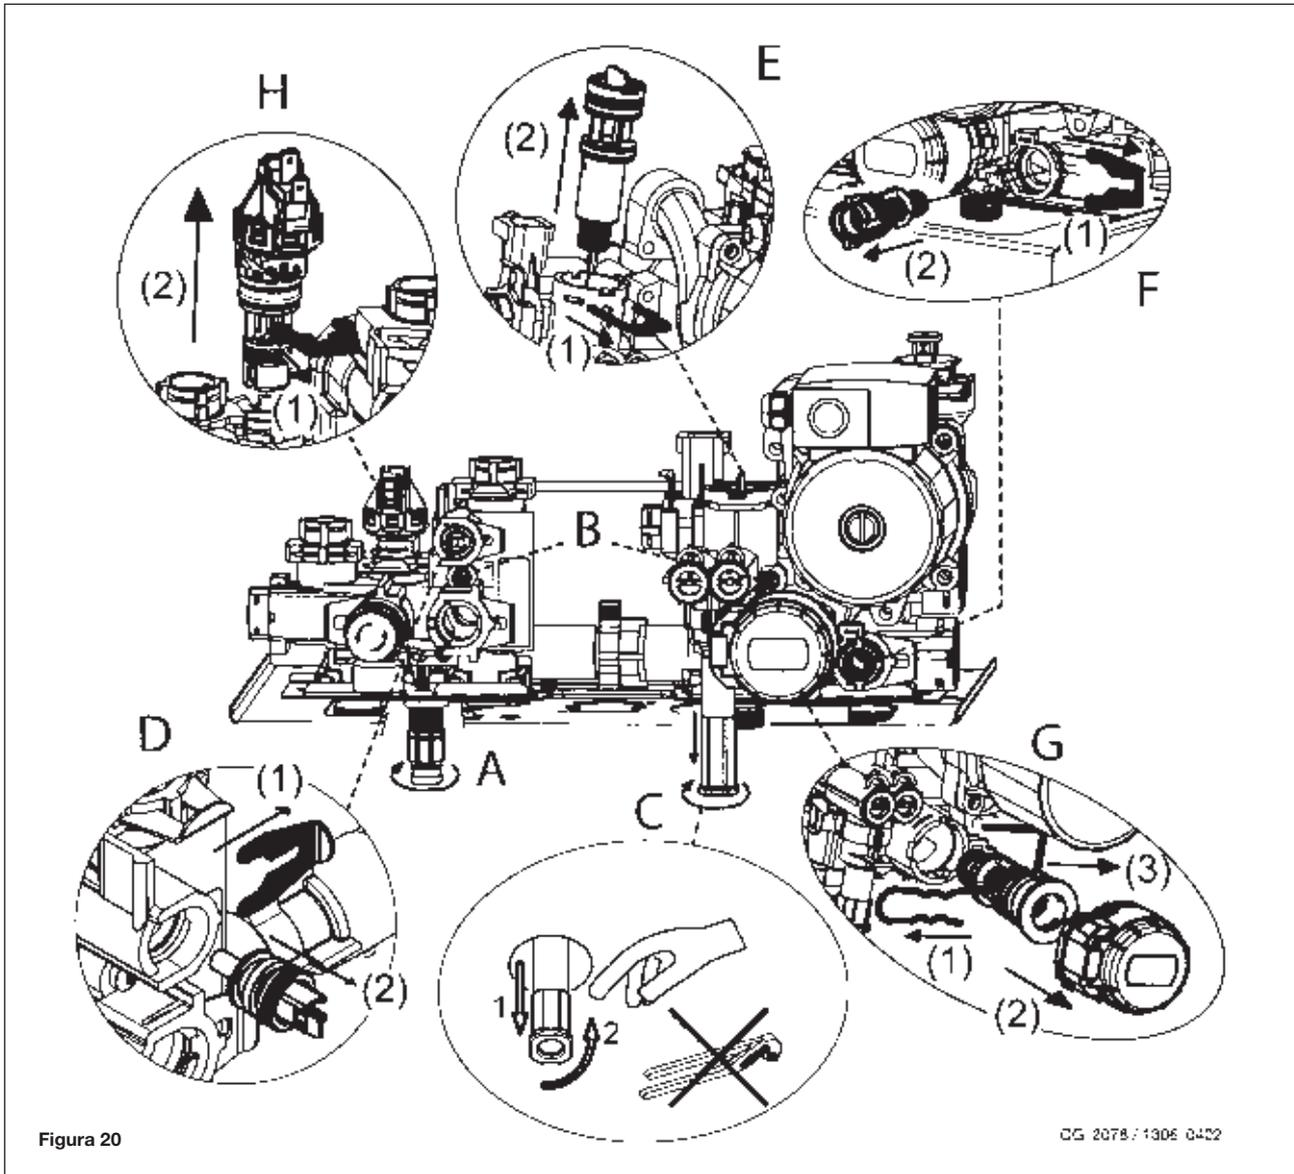

Figura 20
- svuotare l'acqua contenuta nel circuito di riscaldamento aprendo il rubinetto A di figura 20.
- per estrarre la cartuccia del filtro di riscaldamento è necessario prima rimuovere il motore della valvola 3 vie (1-2G - figura 20);
- Rimuovere la clip 1E di figura 20
- Togliere il filtro (2E figura 20).